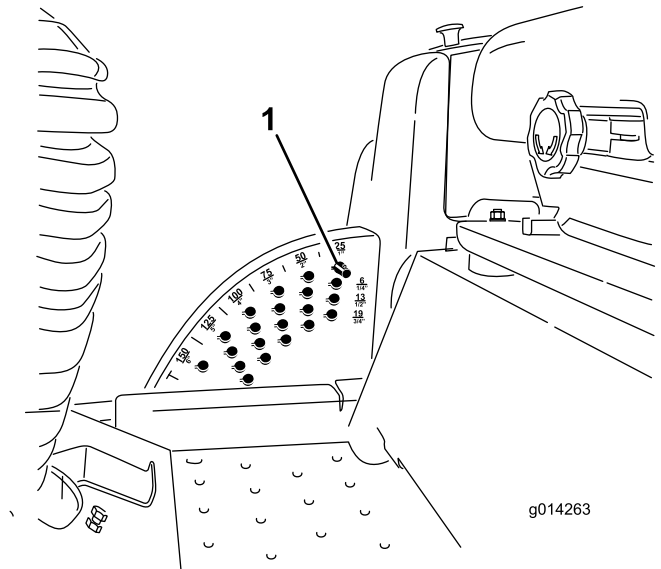

图 8
1. 在发动机运行的同时向后推滚刀组提升开关直至滚刀组完全升起然后**立即松开开关**图 8。
2. 要调节剪草高度请旋转限位销直至销上的小块与剪草高度支架孔内的槽在一条线上然后取下限位销图 8。
3. 选择剪草高度支架对应所需剪草高度的孔插入限位销将其向下旋转并锁定到位图 8。
**注意** 共有 4 排孔的位置图 8。最上面的一排是高于限位销的列明剪草高度。其下第二排的剪草高度为列明剪草高度加 6mm。其下第三排的剪草高度为列明剪草高度加 12mm。最下面一排的剪草高度为列明剪草高度加 18mm。15.8cm 位置仅有 1 个孔位于第二排。此孔不需添加 6mm 即可到达 15.8cm 的位置。